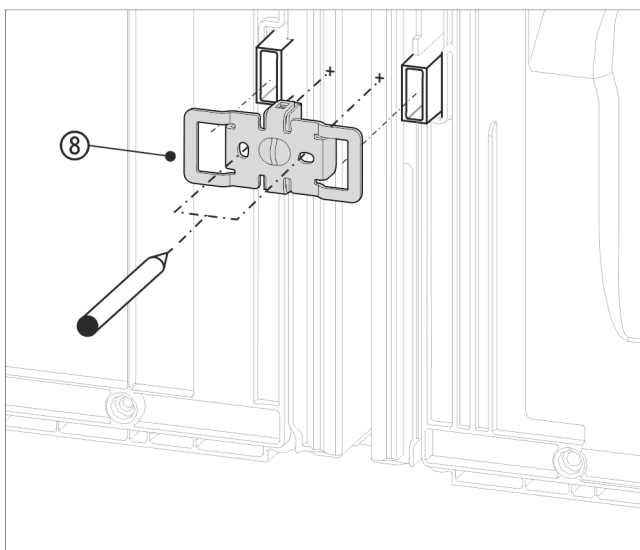

Fig. 17 Atvaizdo pavyzdys
- ▶ Įstumkite kampuotį Fig. 17 (8) su angomis virš atstumo iki sienos nustatančios detalės laikiklio.